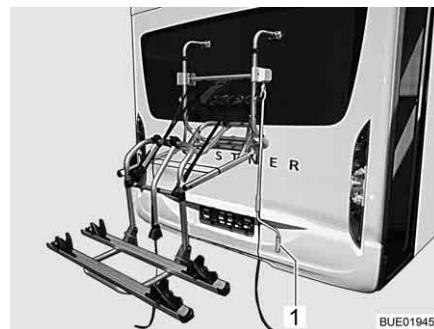

Fig. 4 Portabicicletas, bajado
- Colocar la manivela (Fig. 4,1) en el portabicicletas y descenderlo a la altura de la mano.